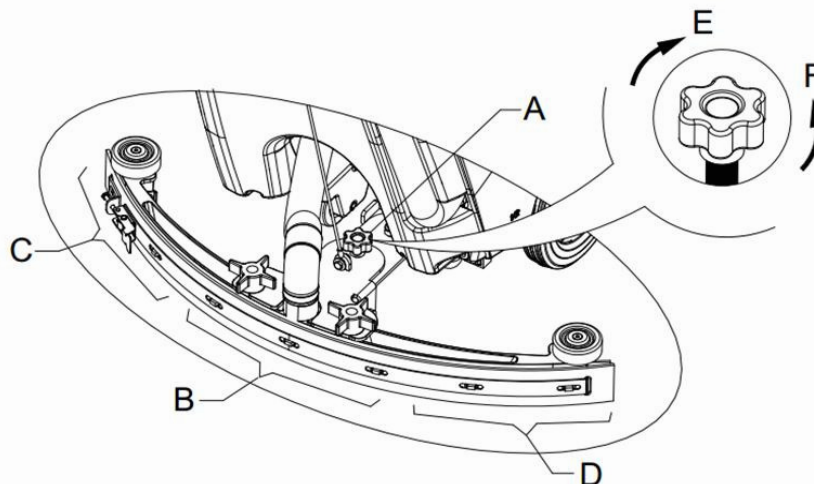

Рисунок 9
10. Отрегулируйте валик при помощи регулировочной рукоятки (A) валика (смотрите рисунок 9).